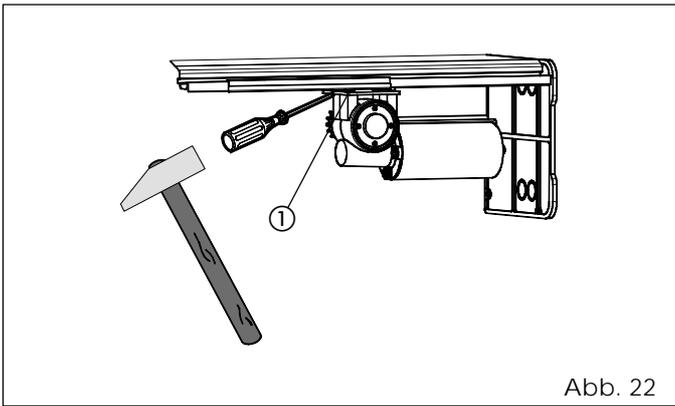

Abb. 22
- Die vier Befestigungsschrauben (Abb. 22 - Bez. ①) des zweiten Motors leicht aufschrauben.
- Die Gruppe Motor unter Zuhilfenahme eines Hammers laut Abb. 22 nach außen schieben.